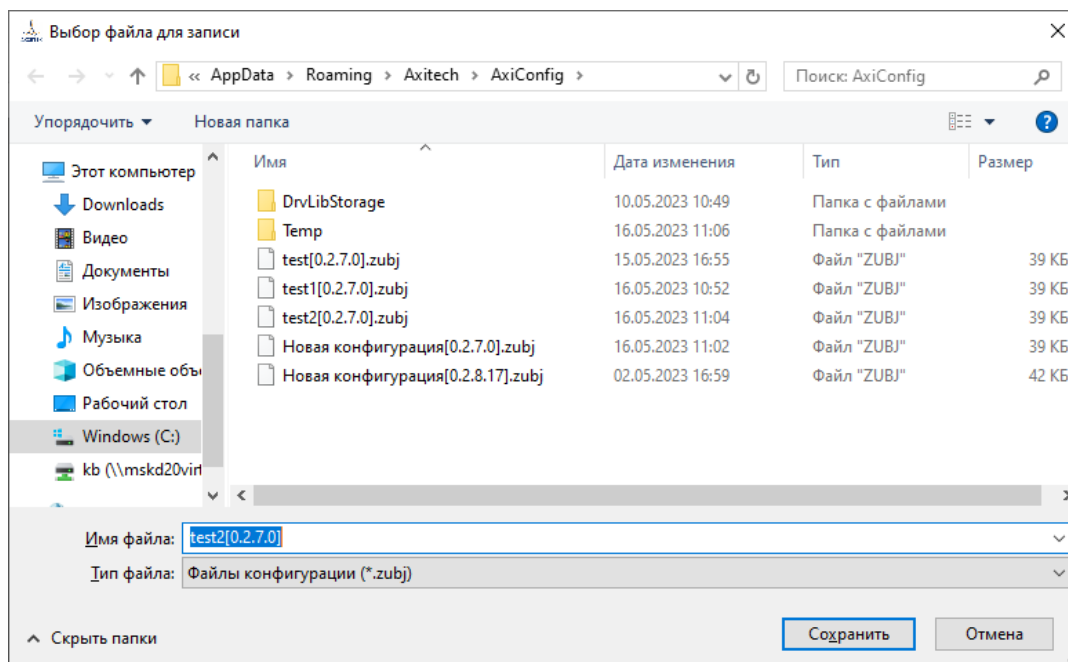

Рисунок 84 – Окно «Выбор файла для записи»
- При выборе открывается окно выбора файла для записи (см. рисунок 84). Задайте осмысленное имя конфигурации и нажмите кнопку «Сохранить».